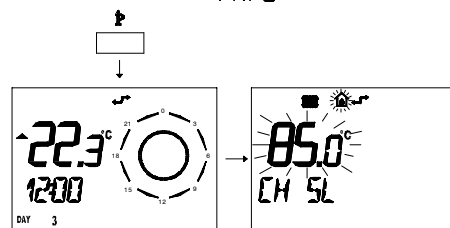

fig. 5.40
- 1 Premere per più di 3 secondi il pulsante per entrare in modalità **INFO**. (fig. 5.40)